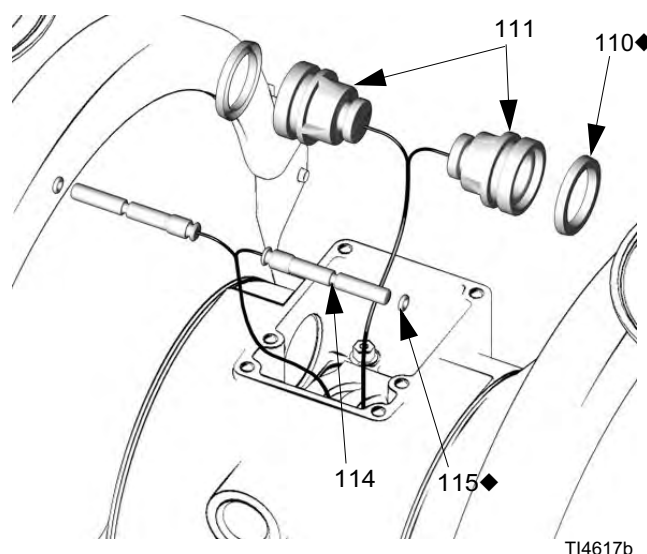

Рис. 10
3. Установите уплотнительное кольцо (115) на каждый направляющий стержень (114). Нанесите смазку на стержни и уплотнительные кольца. Вставьте штифты в подшипники, узким концом вперед. Смотрите Рис. 10.
4. Установите П-образные кольца (110) на каждый приводной поршень (111) так, чтобы кромки колец были обращены к узким концам поршней. Смотрите Рис. 10.
5. Нанесите смазку на П-образные кольца (110) и приводные поршни (111). Вставьте приводные поршни в подшипники, широким концом вперед. Оставьте узкие концы поршней снаружи. Смотрите Рис. 10.